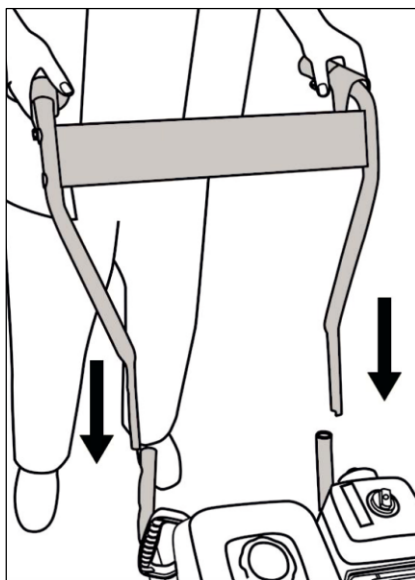

Рис. 5
2. Установите рукоятку управления на стойки (рис. 5).